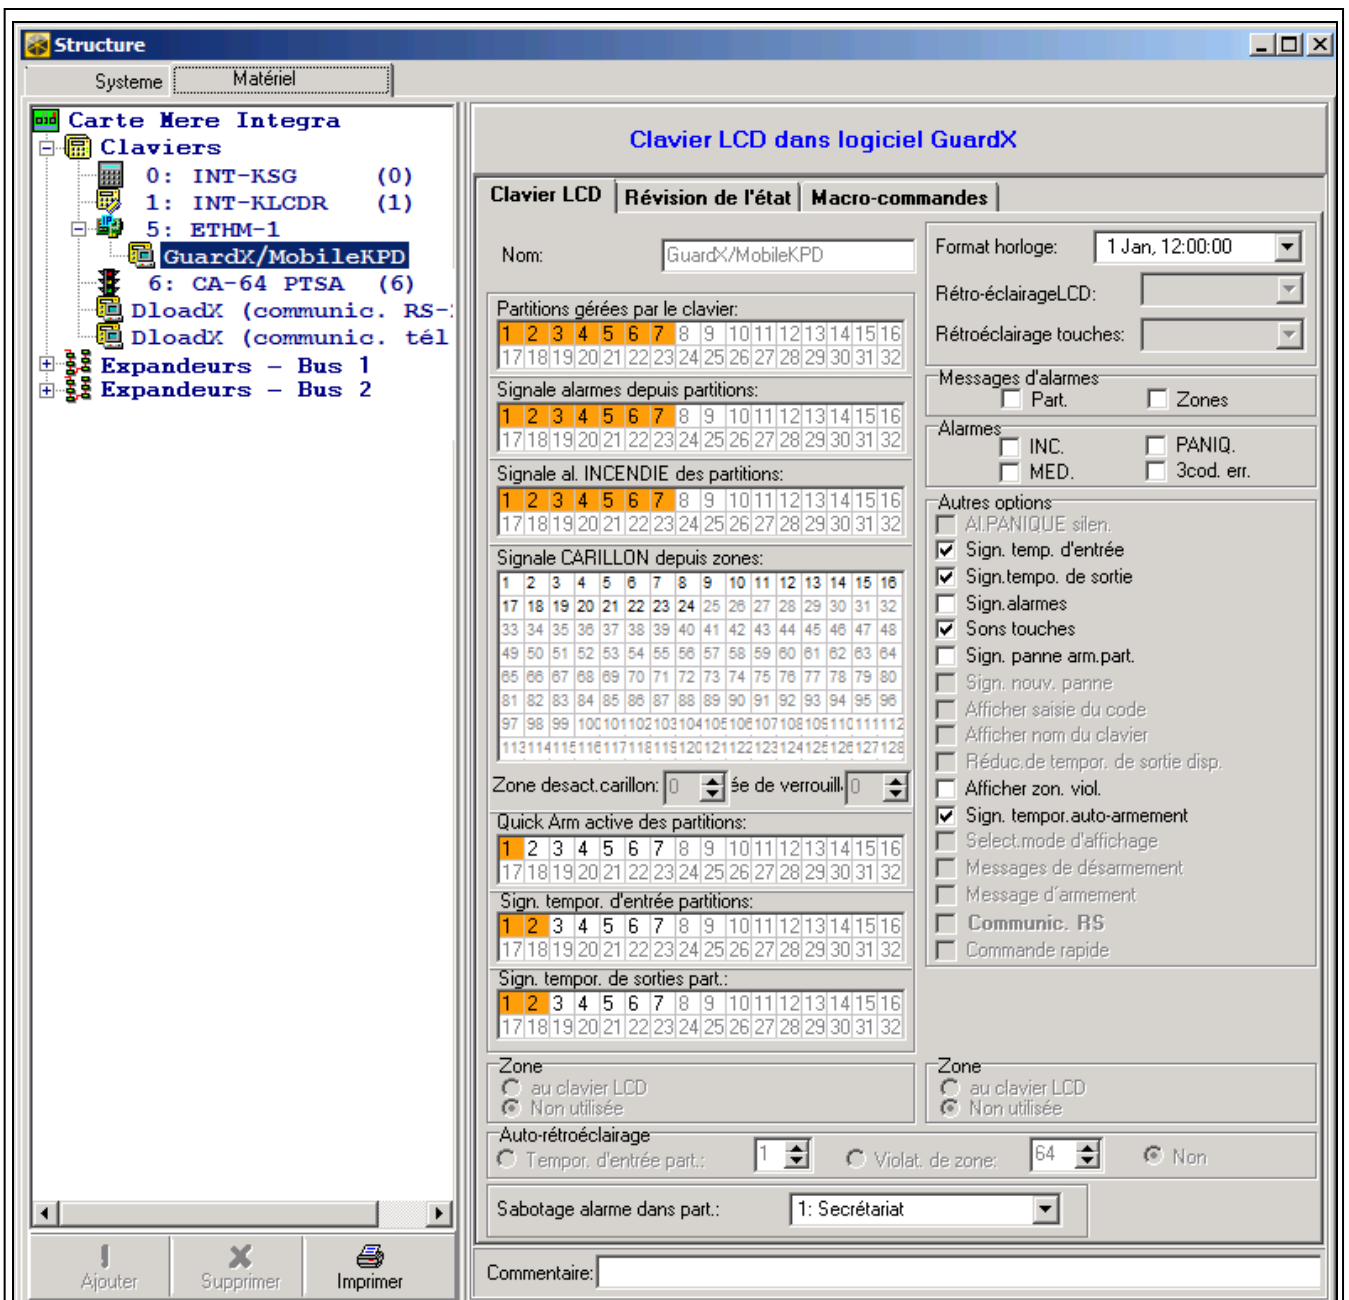

Fig. 7. Logiciel DLOADX : réglages du clavier virtuel accessible dans le logiciel GUARDX, le navigateur WWW ou le téléphone mobile.
- logiciel DLOADX : →fenêtre « Structure » →onglet « Matériel » →branche « Claviers » →[nom du module] →branche « GuardX/MobileKPD » (fig. 7).